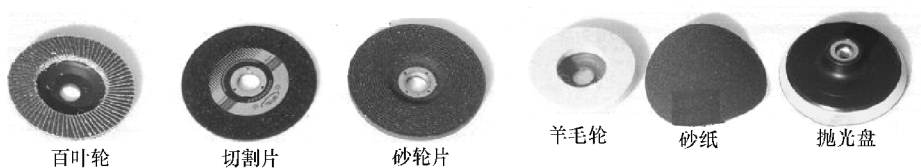

图 7-2 角磨机常见的一些配件
- 6) 角磨机主要使用磨片、切片进行作业，也可以配锯片、云石片、抛光片、羊毛轮等。换上专用砂轮可切割砖、石、石棉波纹板等建筑材料。换上圆盘钢丝刷，可用于除锈、砂光金属表面。换上抛光轮，可以抛光各种材料的表面。角磨机常见的一些配件如图 7-2 所示。